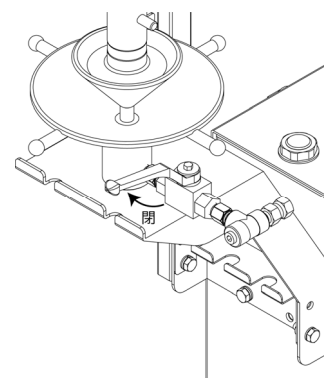

Fig.15
- 2) ベアリングの上部ローラーとインナーレースの間からグリースが出始めたらベアリングにグリースが十分に**充填されています**ので、充填状況を確認の上、給脂バルブを『閉』の位置に戻してください。(Fig.15)